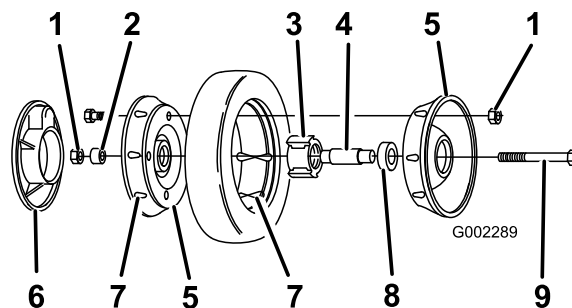

Figura 32
3. Retire el perno, el suplemento de la rueda y la contratuerca que monta la rueda al brazo de pivote (Figura 32).
4. Separe las mitades de la rueda del neumático retirando los 4 pernos y las 4 contratuercas (Figura 32).
Nota: Si retira los cojinetes del conjunto de cojinete/buje, retírelos apretando sobre el suplemento del cojinete (Figura 32).
1. Coloque el neumático en una mitad de rueda, alineando las orejetas en cada pieza (Figura 32).
2. Coloque el conjunto cojinete/buje en el hueco central de la mitad de la rueda. Asegúrese de que las patas del buje están posicionadas sobre la brida del hueco (Figura 32).
3. Coloque la otra mitad de la rueda sobre el conjunto cojinete/buje, alineando las orejetas de la rueda y del neumático y los taladros de montaje (Figura 32).
4. Usando 2 tornillos o pernos de rosca completa (1/4-20 x 1,50 pulg.) y tuercas no de freno, conecte sin apretar las dos mitades de la rueda. Monte los tornillos o pernos en taladros opuestos (Figura 32).
5. Compruebe la alineación de todas las piezas y apriete los pernos, alternando de uno a otro para que el encaje sea uniforme, hasta que las mitades de la rueda estén juntas (Figura 32).
6. Instale los 2 pernos y 2 contratuercas que retiró anteriormente en los taladros restantes de las mitades de la rueda, y apriételos. Retire los dos tornillos o pernos largos y sustitúyalos por 2 pernos y 2 contratuercas (Figura 32).
7. Instale la rueda en el brazo de pivote con los pernos, un suplemento y una contratuerca. Asegúrese de que el suplemento está colocado entre el buje de la rueda y el brazo de pivote (Figura 32).